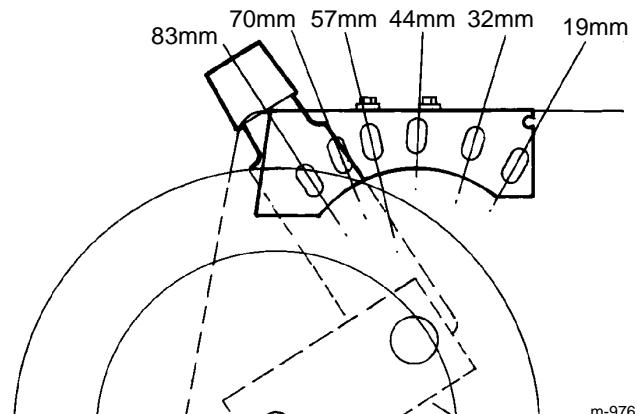

Abbildung 9
- Gras wächst zu verschiedenen Jahreszeiten mit unterschiedlicher Geschwindigkeit. Im Hochsommer ist es im allgemeinen am besten, bei der 44 mm (1-3/4"), 57 mm (2-1/4") oder 70 mm (2-3/4") Schnitthöheneinstellung zu mähen (Abb. 9). Es sollte nur ca. 1/3 des Grashalms abgeschnitten werden. Mähen unterhalb der 44 mm (1-3/4") Einstellung wird nur bei spärlichem Graswuchs oder im Spätherbst empfohlen, wenn sich der Graswuchs zu verlangsamen beginnt.
Die Schnitthöhe lässt sich von ca. 19 mm bis 83 mm (3/4 bis 3-1/4 Inch) in Schritten von 12,7 mm (1/2 Inch) einstellen (Abb. 9). Wenn der Schnitthöheneinstellhebel nach vorne bewegt wird, wird die Schnitthöhe angehoben.